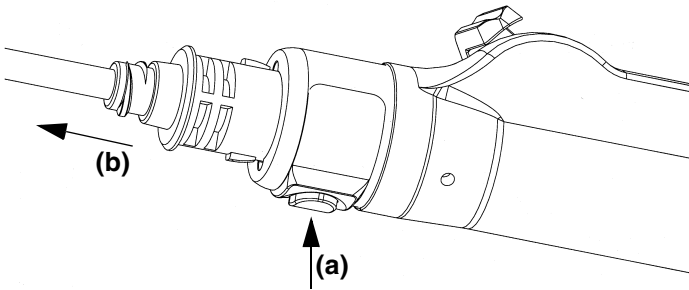

Figura 4: Extracción de la hoja
4. Para extraer una hoja, pulse el botón de liberación rápida de la pieza de mano (a) y retire la hoja. (b). (Consulte la figura 4.)